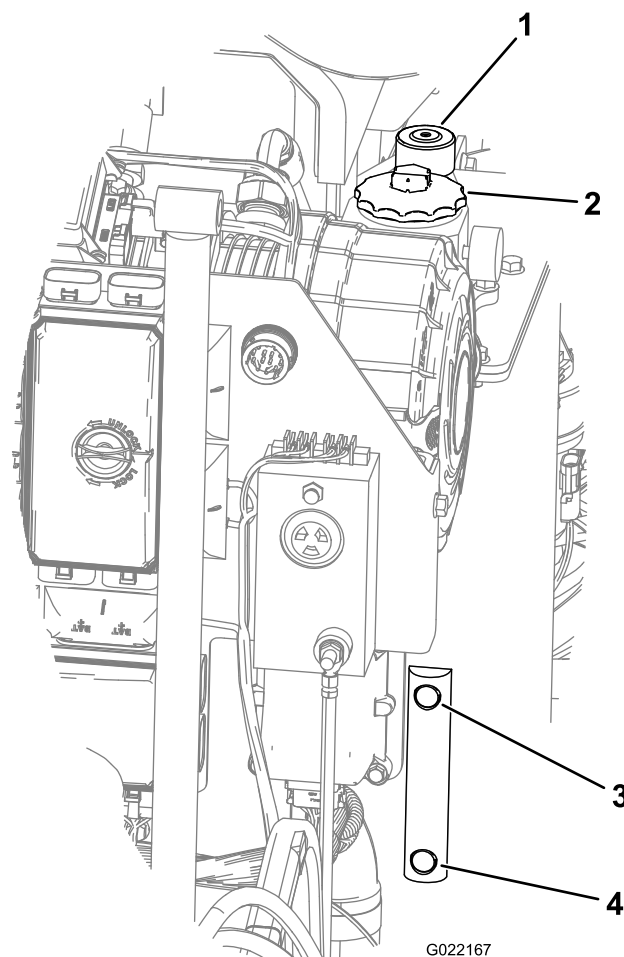

Figure 108
4. Observez l'indicateur de niveau sur le réservoir hydraulique, et vérifiez le niveau d'huile (Figure 108).
5. Si le niveau est trop bas, ouvrez le bouchon du réservoir hydraulique, ajoutez une petite quantité d'huile, puis patientez 2 minutes que le niveau d'huile se stabilise dans le regard de niveau (Figure 108).
6. Continuez d'ajouter peu à peu l'huile correcte jusqu'à ce que le niveau atteigne le repère maximum sur le regard de niveau (Figure 108).